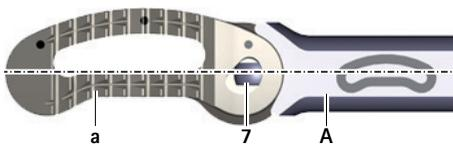

Fig. 8 Impianto in posizione 0°
- ▶ Tenere l'impianto di prova D in posizione 0° sullo strumento inseritore A, vedere Fig. 8.
- ▶ Posizionare l'impianto in posizione 0°, vedere Fig. 8.